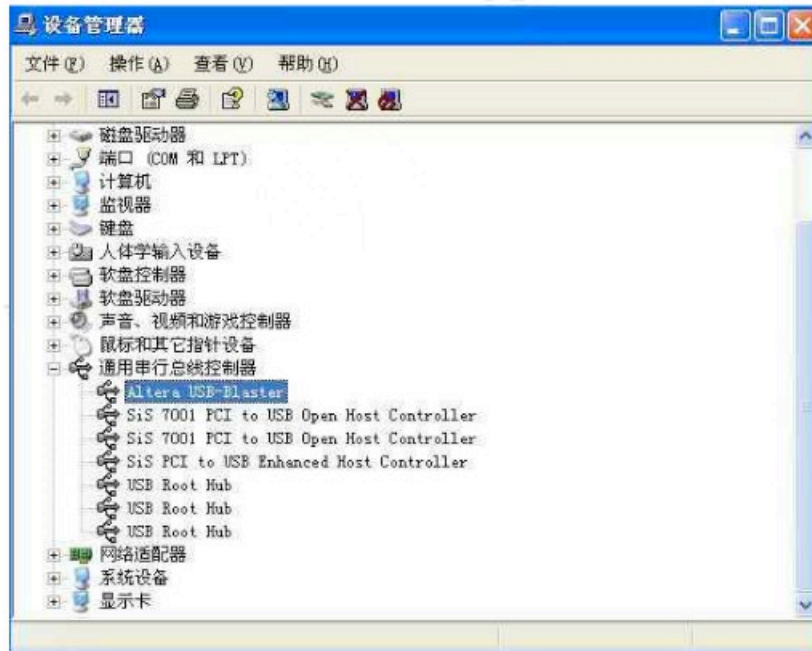

图 1-8 查看安装的设备状况
8. 进入“设备管理器”，查看硬件安装是否正确。正确安装 USB-Blaster 驱动后，会在“通用串行总线控制器”中出现“ALTERA USB-Blaster”的设备。如图 1-8 所示。